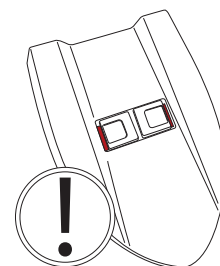

Fig.20
- Drücken Sie auf den Deckel, bis die beiden Schiebeverschlüsse hörbar am Schmutzwassertank einrasten und beide am Deckel nach außen ragen (Abb. 20).
Der Deckel ist richtig montiert, wenn der **ROTE Boden** in den **Aufnahmen der beiden Verschlüsse NICHT** sichtbar ist (Abb. 20).